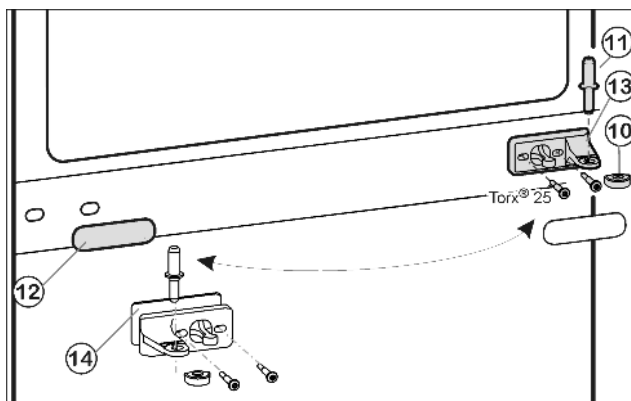
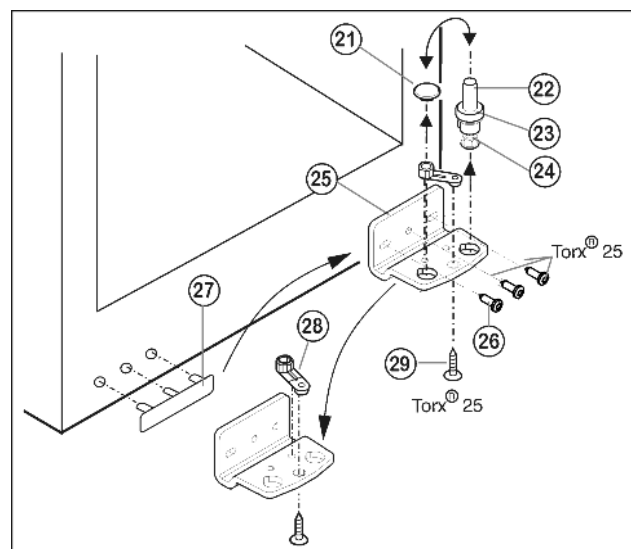

Fig. 5
Fig. 6
- Estrarre il perno di supporto centrale Fig. 5 (11) dal blocco di supporto e dalla porta inferiore.
- Staccare il coperchio di plastica Fig. 5 (10).
- Svitare il blocco di supporto centrale Fig. 5 (13) (2 x Torx® 25).
- Staccare il pannello di copertura Fig. 5 (12) facendo attenzione.
- Avvitare il blocco di supporto centrale Fig. 5 (13) con spessore Fig. 5 (14) ruotato di 180° sul nuovo lato cerniera saldamente a 4 Nm.
- Innestare nuovamente la copertura Fig. 5 (12) ruotata di 180° sul nuovo lato impugnatura.
- Togliere completamente il perno di supporto Fig. 6 (22) con l'ospessore Fig. 6 (23) e il piedino di regolazione Fig. 6 (24), estrarre tirando verso l'alto.
- Togliere il tappo Fig. 6 (21).
- Svitare il blocco di supporto Fig. 6 (25).
- Svitare l'elemento di supporto Fig. 6 (28) e spostarlo Fig. 6 (29) nel foro di alloggiamento opposto, serrarlo nuovamente.
- Staccare la copertura lato maniglia Fig. 6 (27) facendo attenzione e spostarla sul lato opposto.
- Fissare nuovamente il blocco di supporto Fig. 6 (25) sul nuovo lato cerniere, eventualmente servendosi di un avvitatore a batteria (a 4 Nm) a 4 Nm.
- Inserire nuovamente il tappo Fig. 6 (21) nell'altro foro.
- ▶ Inserire nuovamente il perno di supporto Fig. 6 (22), con lo spessore e il piedino di regolazione. Prestare attenzione in modo l'arresto sia rivolto verso il dietro.
- ▶ Appoggiare la porta inferiore dall'alto sul perno di supporto in basso Fig. 6 (22).
- ▶ Applicare nuovamente il coperchio di plastica Fig. 5 (10) sul blocco di supporto centrale Fig. 5 (13).
- ▶ Inserire il perno di supporto centrale Fig. 5 (11) sul nuovo lato cerniera attraverso il blocco di supporto centrale Fig. 5 (13) nella porta inferiore.
- ▶ Mettere la porta superiore sul perno di supporto centrale Fig. 5 (11).
- ▶ Eventualmente allineare le porte sopra le due asole nel blocco di supporto in basso Fig. 6 (25) e nel blocco di supporto al centro Fig. 5 (13) a filo con l'involucro dell'apparecchio. Svitare la vite centrale nel blocco di supporto in basso Fig. 6 (25).